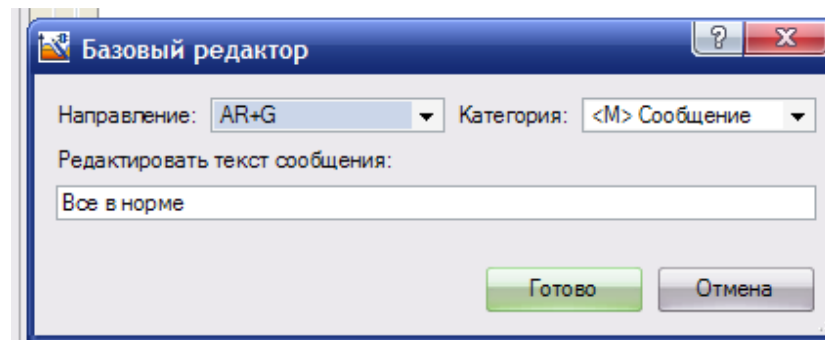
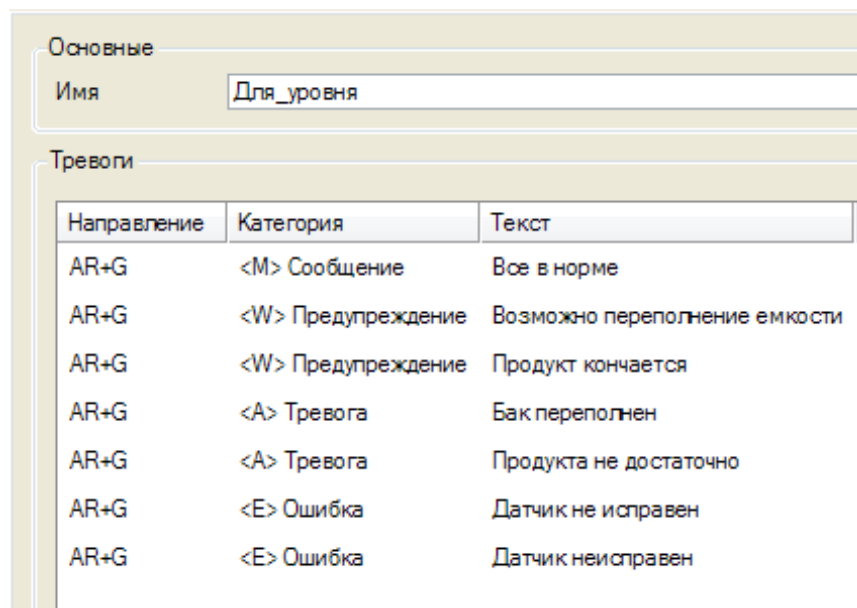

Рис. 3.66 Окно для задания сообщения
Рис. 3.67 Редактор словаря сообщений
4. **Редактирование словаря.** Двойным щелчком по созданному словарю сообщений или выделив его, вызвав контекстное меню и выбрав **редактировать** откройте окно для редактирования словаря. В поле **имя** введите имя словаря. Двойным щелчком левой клавиши мыши на каждой строчке откройте окно для редактирования сообщения (рис. 3.66). Редактируя все сообщения, настройте словарь сообщений, как показано на рис. 3.67